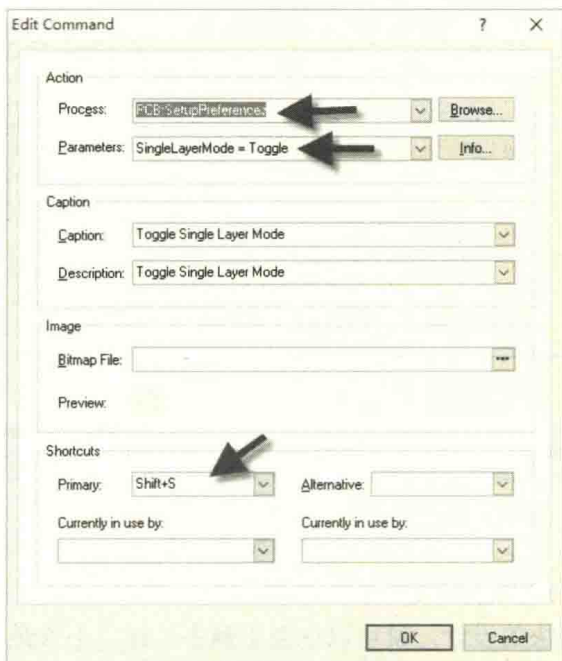

图 15-1 自定义切换层快捷键
(2) 使用小键盘中的“+”和“-”键,可以来回切换,比较方便。
(3) 执行“Ctrl+Shift+鼠标滚轮”,也可以来回切换。
(4) 使用快捷键“Shift+S”,切换单层显示和多层显示。
(5) 执行“Customize”命令,自定义快捷键进行切换,如图 15-1 所示。